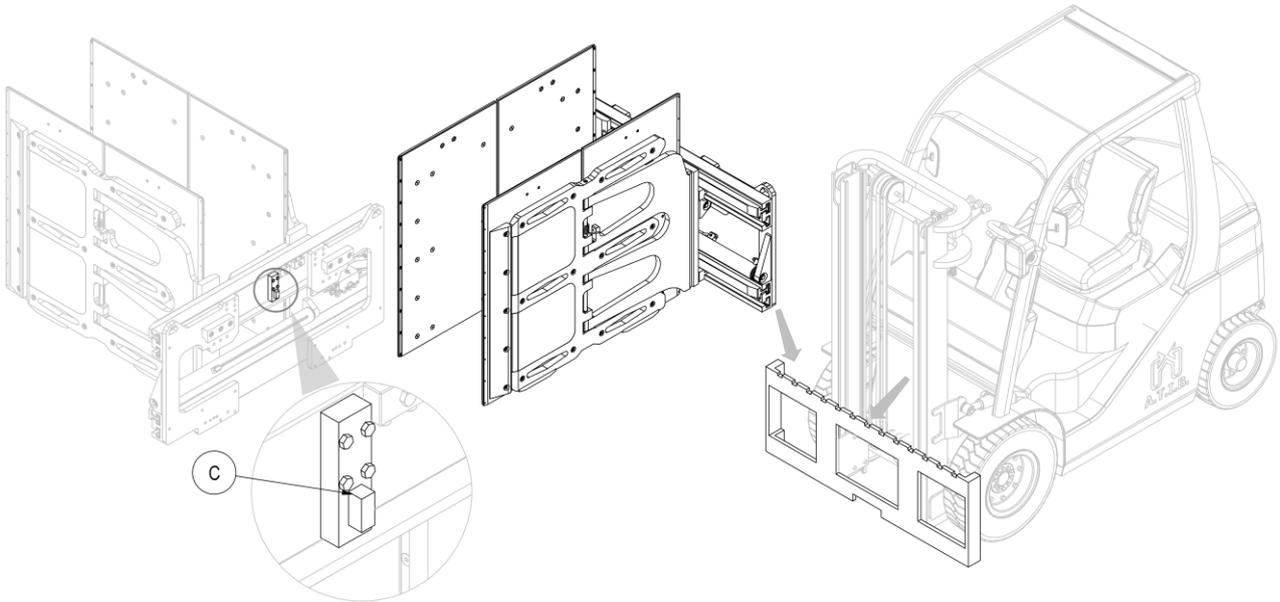

Abbildung 3
6. Hängen Sie jetzt das Gerät an einen Brückenkran oder einen Flaschenzug mit ausreichender Tragleistung und setzen Sie es auf die Trägerplatte der Gabel; achten Sie dabei darauf, dass der Zentrierzahn **C** in die Kerbe in der Mitte der Platte einrastet (siehe *Abbildung 3*) und dass die Bewegungen vorsichtig und sicher ausgeführt werden.